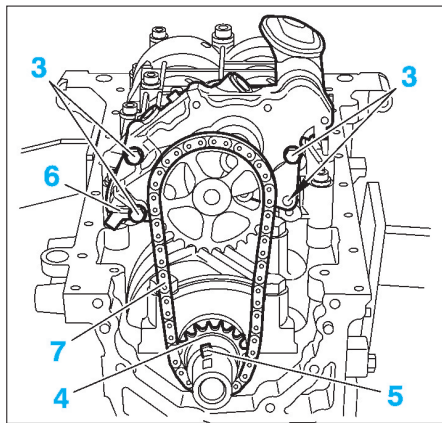

FIG. 35
- la plaque d'étanchéité (2).
- les 4 vis (3) (Fig.35).